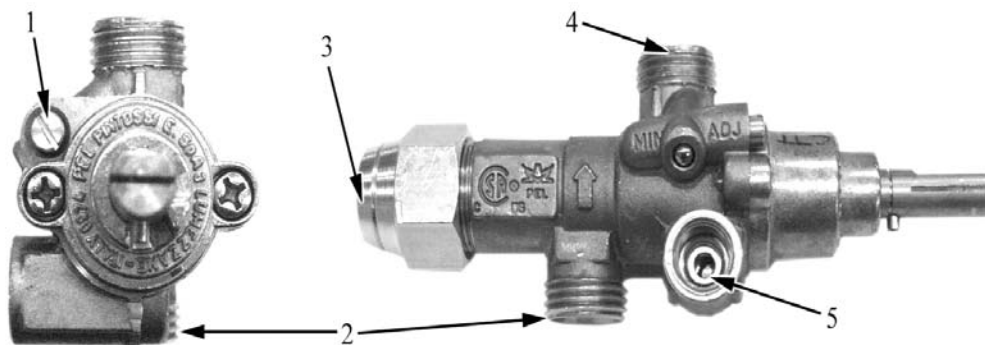

Abb. 19 Ausführungen (senkrecht oder waagrecht für Stadtgas)
Für den Betrieb mit Flüssiggas die Knäufe abnehmen, einen Schraubenzieher in die Öffnung einführen und die Schraube auf pos. 1 auf *** 'Abb. 19 Ausführungen (senkrecht oder waagrecht für Stadtgas)' on page 46 ***.